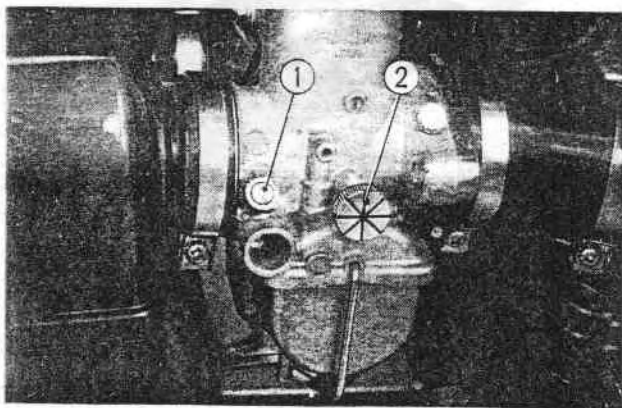

Fig. 19-10 ① Vis d'air
- (2) Mettre le moteur en route et le laisser chauffer quelques minutes. Vérifier alors que la vitesse de rotation au ralenti est de **850 à 950 t/mn** avec une indication relativement stable du compte-tours. Si la vitesse de ralenti n'est pas comprise dans cette plage, régler en agissant sur les vis de butée de ralenti; tourner les quatre vis de la même quantité (**1/4 de tour**) dans le sens des aiguilles d'une montre pour augmenter la vitesse de rotation (voir page 70 à 72).
- (3) Brancher ensuite l'indicateur de dépression à chacun des quatre carburateurs et mesurer la dépression au ralenti. Les indications doivent être comprises entre **20 et 22 cm** de mercure et l'aiguille de l'indicateur doit être relativement stable. S'il est nécessaire d'effectuer un réglage agir sur la vis d'air et sur la vis de butée de ralenti. (**Fig. 19-10**)